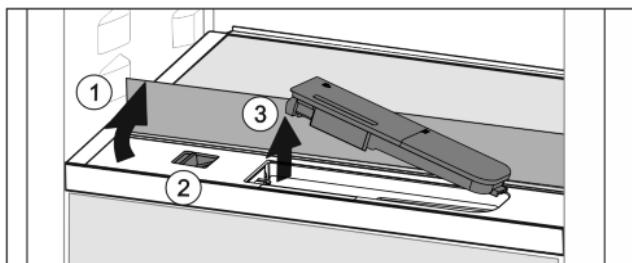

Fig. 38
- Nadvihnite sklenú dosku a až na doraz ju sklopte dozadu Fig. 38 (1).
- Potlačte posúvač Fig. 38 (2) dolava.
- Vyberte nádržku na vodu Fig. 38 (3).